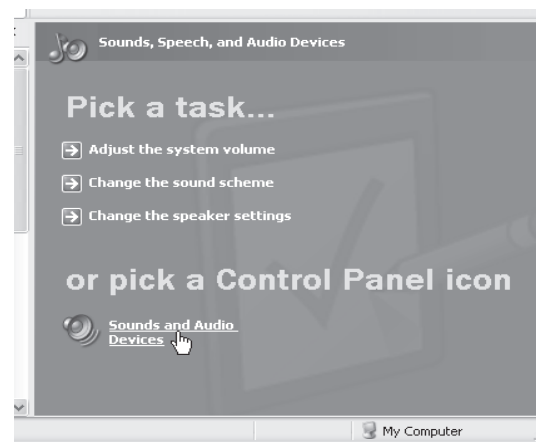

Abb. 5
4. Wenn das Icon nicht vorhanden ist, kann man die Lautstärke in der Systemsteuerung unter "Sounds und Audiogeräte" ändern (Abb. 5).